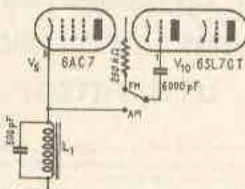

FIG. 3. — Schéma de principe de la commutation AM/FM (circuit discriminatoire).
**L'adaptation AM-FM :** La figure 3 donne le schéma de principe de cette adaptation qui se résume en pratique à la coupe d'une connexion, et la pose d'un inverseur. Ce dernier sera fixé sur la plaque avant, dans la place du fusible inférieur (au-dessous du haut-parleur), la place du fusible supérieur pouvant être remplie par un voyant de contrôle « Marche-Arrêt ».